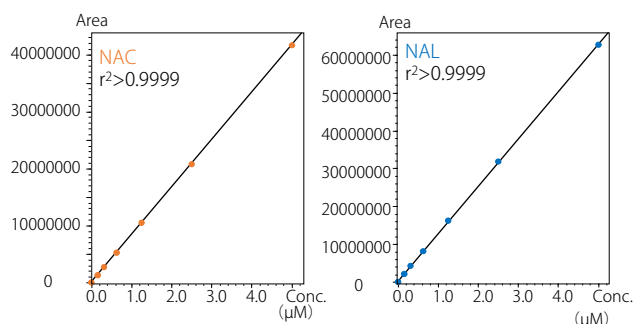

図2 蛍光検出器を用いたNAC、NALの検量線
表2に参照コントロール (RC) の結果を、図2にNAC、NALの検量線を示します。いずれも良好な結果が得られました。表3に陽性対照と習熟度化合物を試験した結果を示します。すべて良好な結果が得られました。